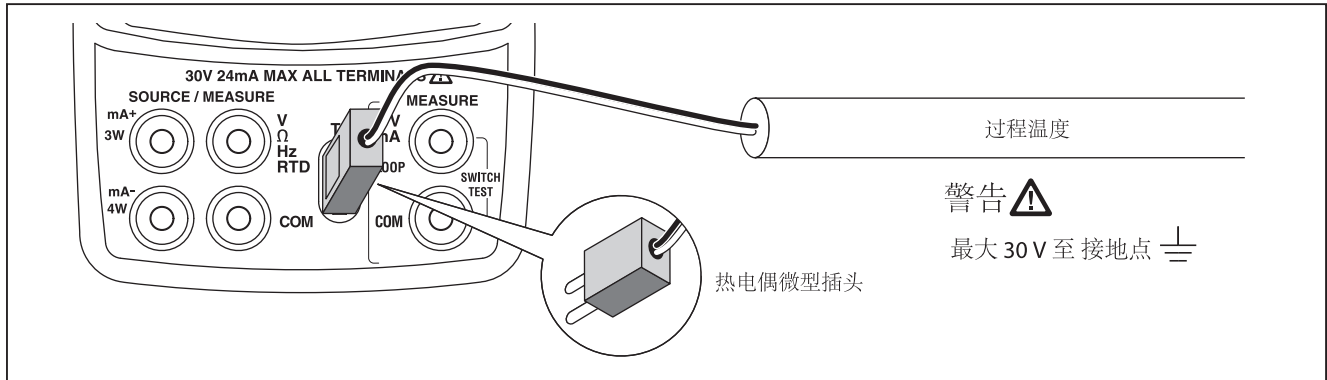

图 10. 用热电偶来测量温度
2. 将热电偶串联连接到合适的热电偶迷你插头，然后连接到热电偶输入/输出端，如图 10 所示。